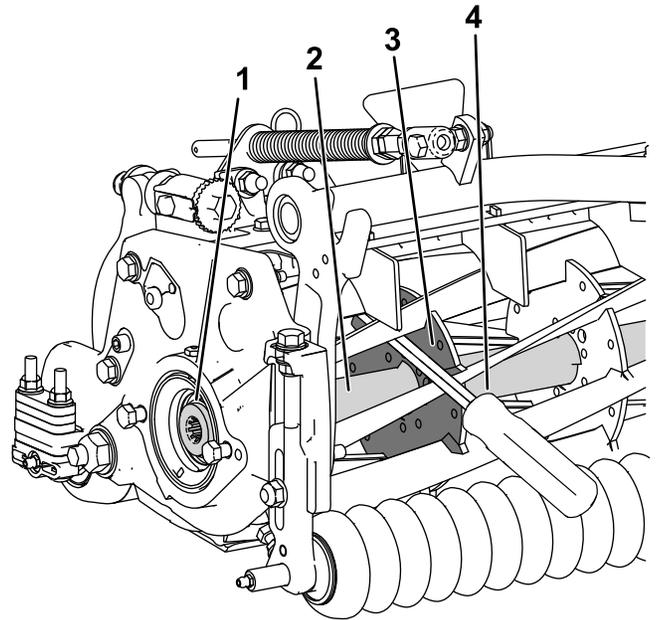

Figura 26
1. Inserite un piede di porco con manico lungo ($\frac{3}{8}$ " x 12" raccomandato con manico a cacciavite) attraverso la parte anteriore del cilindro di taglio, più vicino al lato dell'apparato di taglio da serrare (Figura 26).
2. Posizionate il piede di porco contro il lato di saldatura del rinforzo del cilindro di taglio interno (Figura 26).